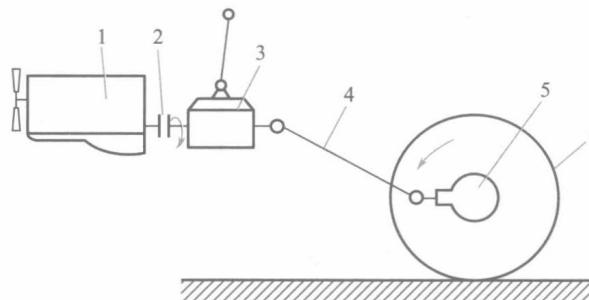

图1-8 汽车的动力传递
(1) 离合器踏板的作用 离合器踏板是操纵离合器暂时切断发动机与驱动轮的动力传递，使汽车平稳起步或顺利换挡的操纵机件。如图1-8所示，发动机的动力要依次经过：离合器→变速器→传动轴→驱动桥→驱动轮，才能使汽车产生运动。在汽车正常行驶中，离合器应该如数将发动机的动力传给变速器；然而，在启动发动机、起步、换挡过程中，还需要离合器能够断开动力的传递。